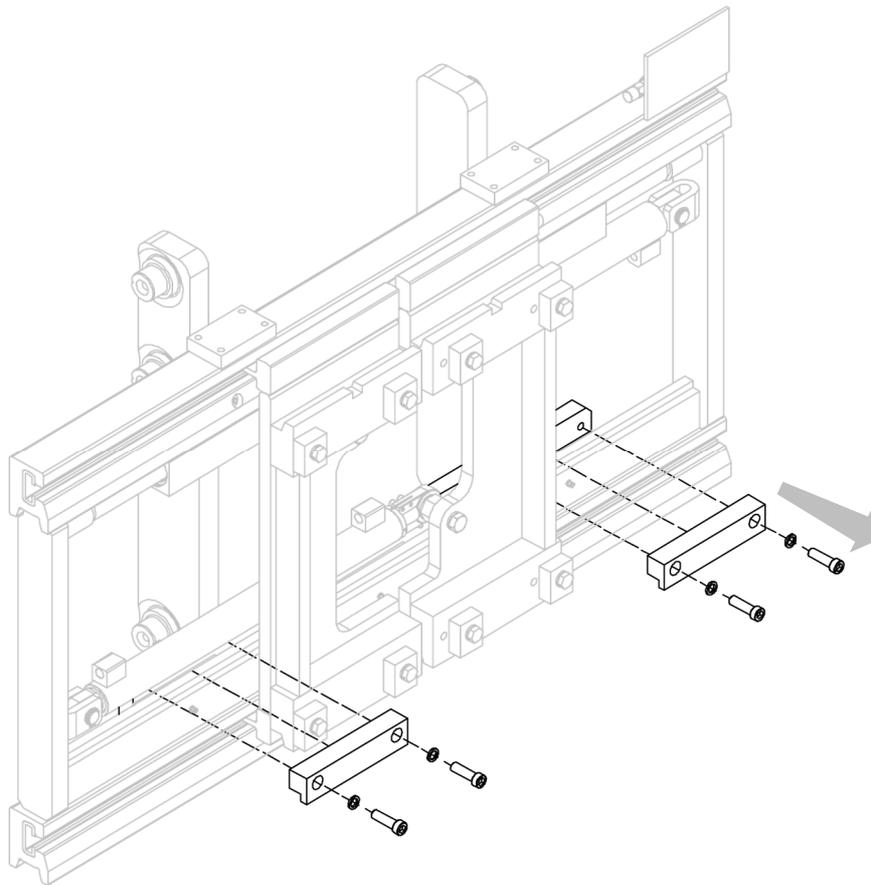

Figure 31
2. Retirer les crochets inférieurs qui lient la structure avant à la structure arrière (voir *Figure 31*).